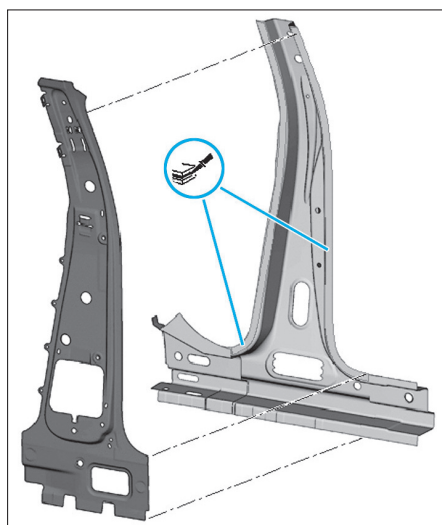

FIG. 64
- Appliquer dans toute la zone d'accostage entre le renfort de montant B et le montant B intérieur, un seul cordon de colle de Ø 4 mm bicomposant pour carrosserie (Fig.64).